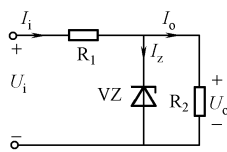

图 1.24
1.20 如图 1.24 所示电路中，稳压管稳压值为 4V，电阻 $R_1 = 1\text{k}\Omega$ ， $R_2 = 4\text{k}\Omega$ ，当 U_i 取不同值时，试将稳压管的工作状态、流过 R_1 和 R_2 的电流及输出电压 U_o 的值填入表 1.3 中。